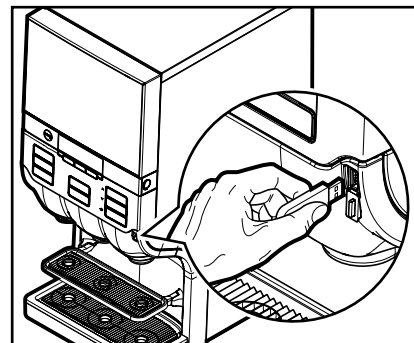

Fig. 23
- Introduisez la clé USB de déverrouillage dans le port USB du distributeur afin qu'il puisse distribuer des boissons temporairement. (Fig. 23)